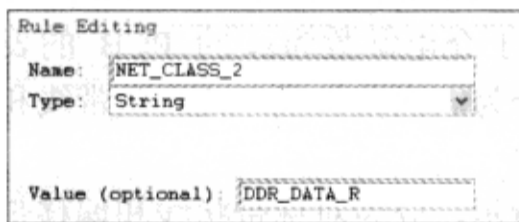

图 3-9-46 设置约束
(5) 在“Rule Editing”区域的“Name”栏中输入“NET\_CLASS\_2”，从“Type”栏选择“String”，在“Value (optional)”栏输入“DDR\_DATA\_R”，如图 3-9-46 所示。